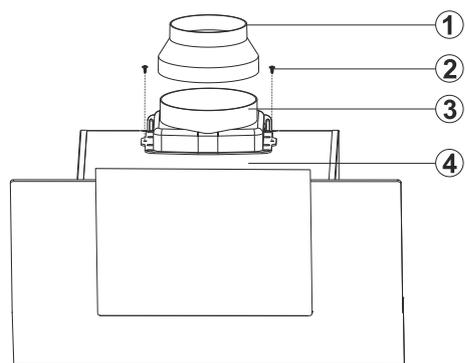

Fig. 12: 3424 COLLEGAMENTO DELLA CANNA FUMARIA IN PLASTICA
- Montare la canna fumaria in plastica sul corpo del prodotto, usando viti da 3.5x9.5 (Fig. 12).
- Collegare l'adattatore per canna fumaria in plastica Ø150/120 mm all'uscita dell'aria se il tubo dello scarico dell'aria è 120 mm (Fig. 12).